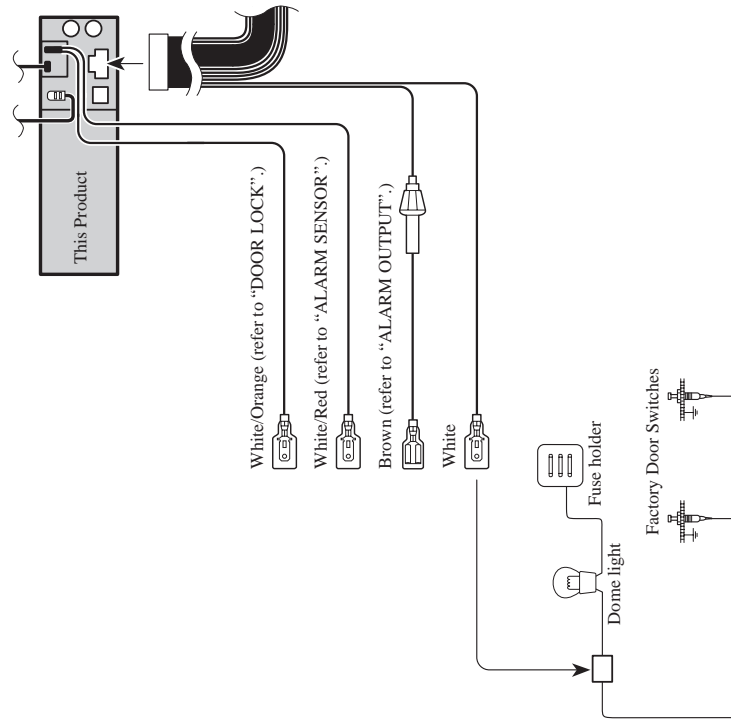

Fig. 29
- **White (DOOR SWITCH)** (Fig. 29, 30)